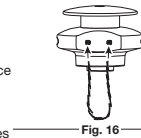

Fig. 16
- Insérez chaque extrémité du fil de remplacement dans les trous des deux côtés du crochet de retenue (Fig. 16).